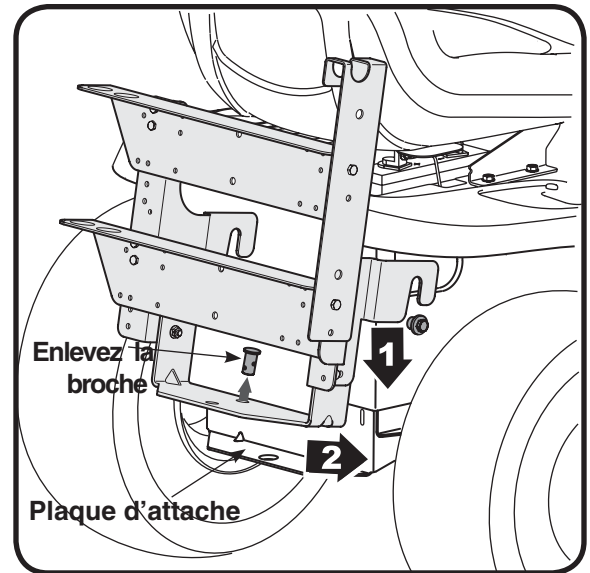

Figure 5
2. Enlevez l'anneau de retenue et la broche d'articulation de l'arrière du support de fixation. Voir la Figure 5.
3. Placez les extrémités en crochet du support sur les boulons à épaulement (1). Basculez la base du support vers le bas et (2) sur la plaque d'attache en l'alignant avec l'orifice de la plaque d'attache. Voir la Figure 5.